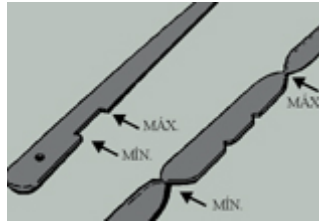

Fig. 5
- 4.- Con el motor al ralentí, extraiga la varilla medidora (**fig. 5**), límpiela con un trapo sin hilachas, introdúzcala a fondo y vuelva a sacarla. Compruebe el nivel del líquido, que se ha de encontrar entre las dos marcas. No permita nunca que el nivel descienda por debajo de la marca inferior.